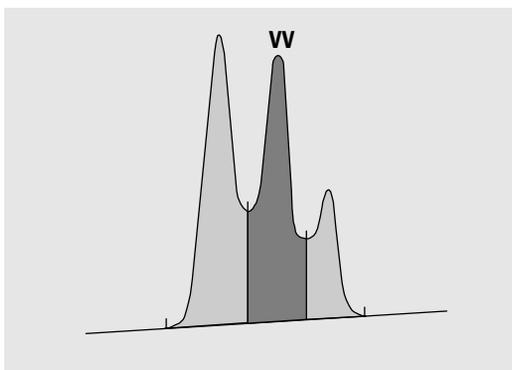

Figura 48 Misurazione dell'area di picchi da linea di base a linea di base
- per picchi da valle a valle (VV), l'area al di sopra della linea di base segmentata con linee rette verticali a partire dai contrassegni, come nella Figura 48;